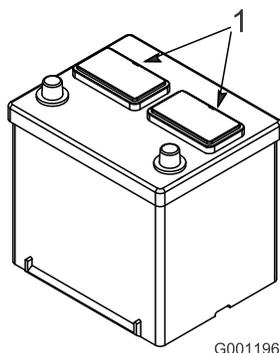

図 9
2. バッテリーの上部をきれいに拭い、キャップを取り外す (図 9)。